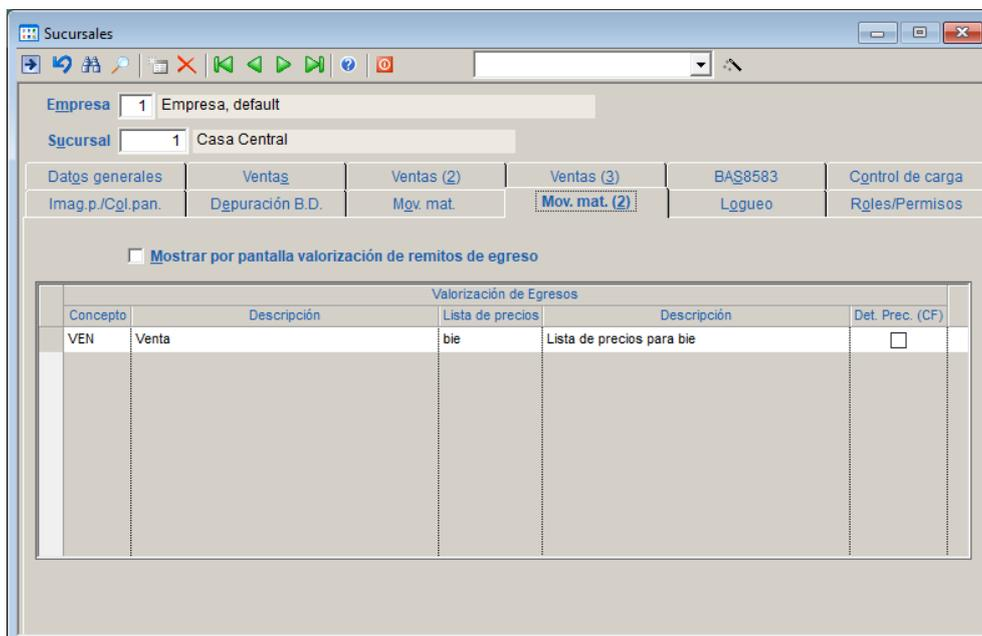

Figura 102
Por otro lado, esta configuración de sucursales también presenta una nueva solapa denominada “Mov. Mat. (2)”, donde ahora se ubica la grilla correspondiente a la valorización de egresos, que previo a esta modificación, figuraba en la solapa “Mov. de mercadería” que ahora se denomina “Mov. Mat” (Figura 102).